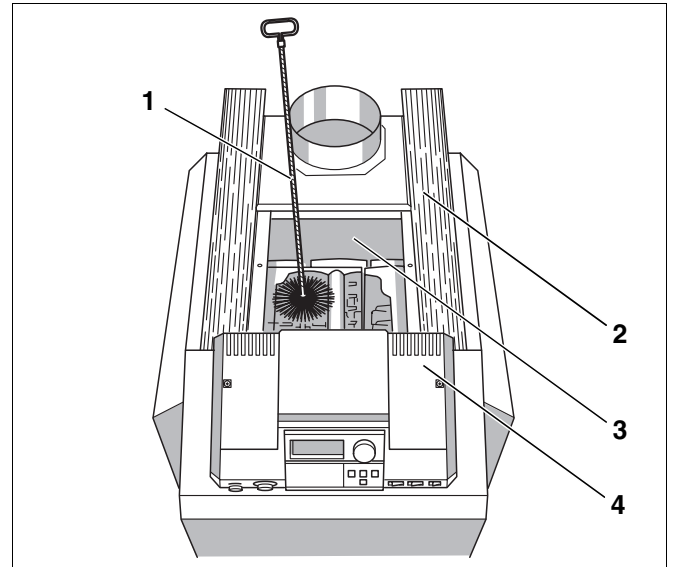

Abb. 41 Reinigung der Heizgaszüge
- Wärmeschutz (Abb. 41, **Pos. 2**) zur Seite klappen.
- Reinigungsdeckel vom Abgassammler (Abb. 41, **Pos. 3**) abschrauben.
- Heizgaszüge mit Reinigungsbürste (Abb. 41, **Pos. 1**) durchbürsten.